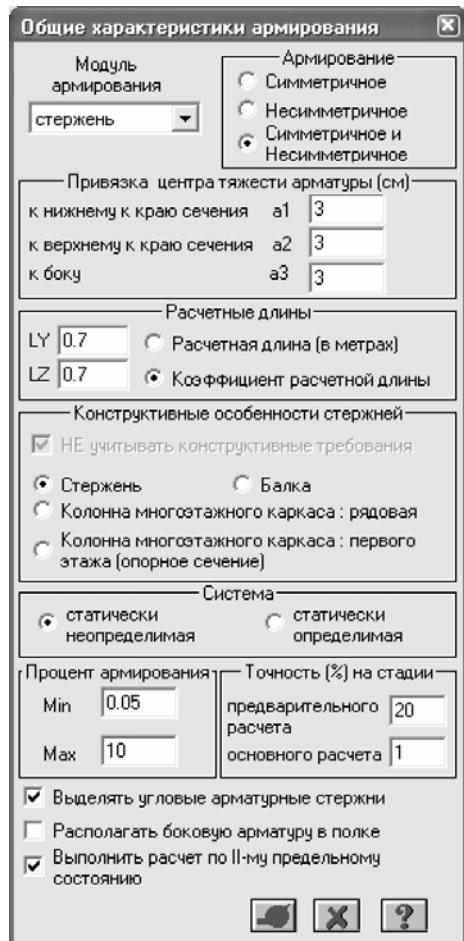

Рис.1.22. Диалоговое окно **Общие характеристики армирования**
- На экран выводится диалоговое окно **Общие характеристики армирования** (рис.1.22), в котором задайте следующие параметры: